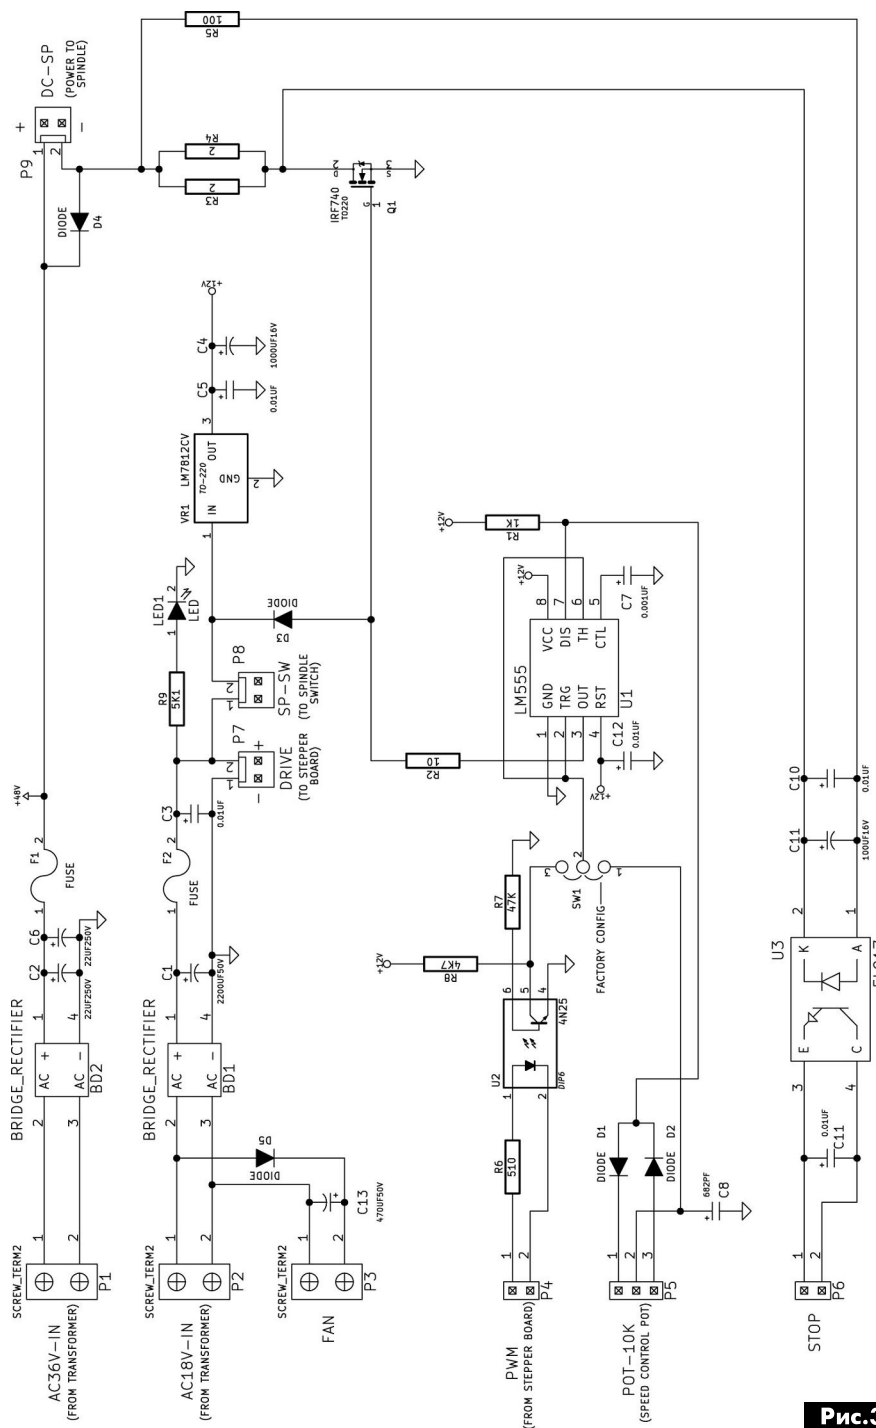

Рис.3
удобочитаемом виде можно взять в [4] либо посмотреть на **рис.3**.
Опубликованная версия схемы имеет универсальный характер и подойдет практически для всех двигателей постоянного тока коллекторного типа. Для понимания логики работы можно разделить схему **рис.3** на условные функциональные блоки, а именно:
- генератор ШИМ для ручного управления оборотами шпинделя на U1. То есть без участия Arduino. Включение ручного режима происходит тумблером SW1 (он имеет 2 фиксируемые положения), а обороты двигателя, в этом случае, регулируются внешним переменным резистором номиналом 10 кОм, который подключается к разъему P5 (на **рис.3** не обозначен);
Номиналы деталей аналоговой части указаны на **рис.3**. Микросхема U1 заменяема на любые аналоги, например, KP1006BI1. Особых требований к деталям нет, разве что нужно учитывать мощность рассеиваемую резисторами R3 и R4 в цепи полевого транзистора и напряжение, прикладываемое к конденсаторам.
Данное устройство (**рис.3**) с целью борьбы с помехами рекомендую конструктивно разделить на две части, при этом узел обвязки полевого транзистора с радиатором вывести на отдельную плату и закрепить ее сверху на корпусе оси Z, непосредственно у шпинделя. Такой вариант разделения устройства на две составные части показал свою практичность и высокую помехозащищенность.
Предложенный вариант плат имеет минимально возможные размеры и посему не предусматривает установку указанных на **рис.3** стабилизатора на 12 В и разъемов для нужд остальных потребителей станка, которые я у себя вынес на плату блока питания. Чтобы правильно соединить обе платы проводниками, контакты пронумерованы.